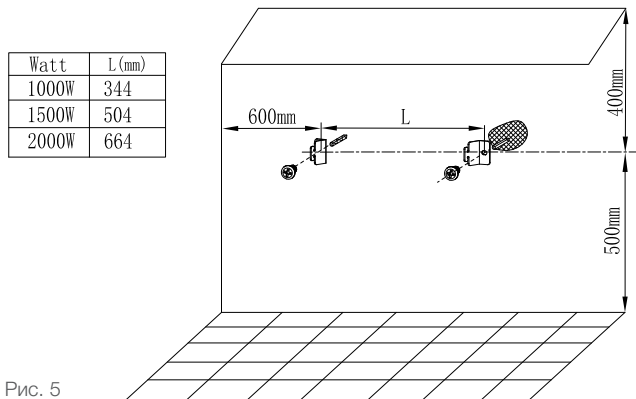

Рис. 5
5. В соответствии с расстояниями, указанными на рис. 5, отметьте места размещения кронштейнов. Просверлите отверстия (диаметр сверла 6мм.), вставьте дюбели (не входят в комплект поставки), закрепите кронштейны на стене.